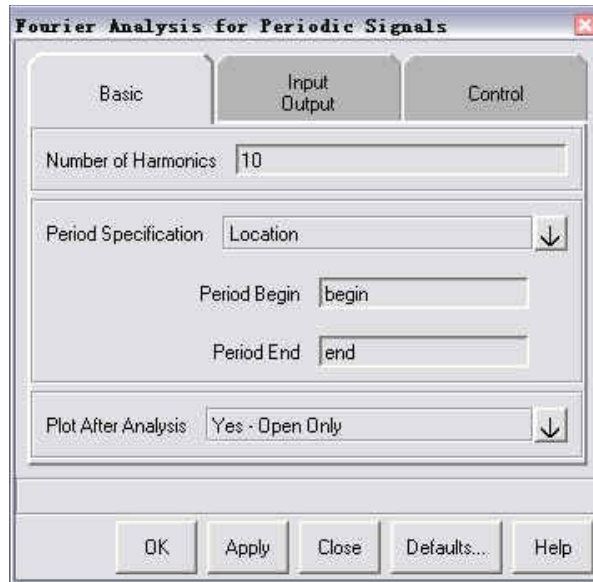

图 4-3 傅立叶分析面板
- 1、 打开傅立叶分析面板（Analyses>Fourier>Fourier...）如图 4-3 所示